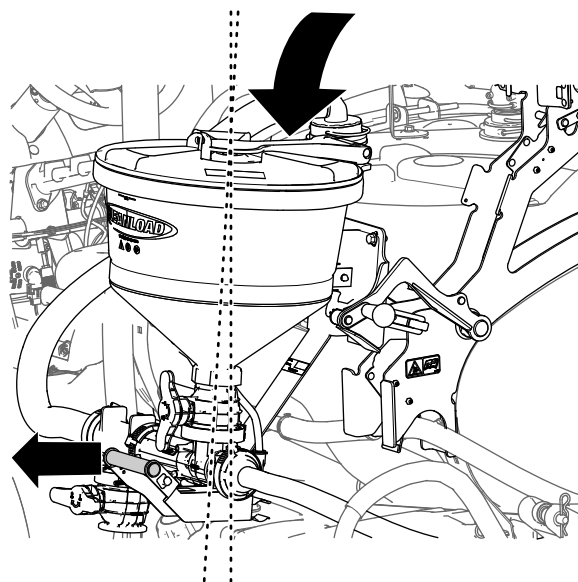

Figure 39
4. Abaissez complètement le mélangeur tout en maintenant la poignée légèrement vers l'extérieur (Figure 39).
2. Élevez le mélangeur tout en maintenant la poignée légèrement vers l'extérieur (Figure 39).